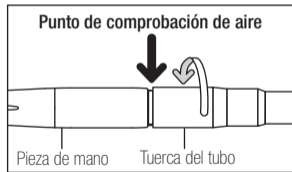

Fig. 1
- 2) Ajuste la tuerca de tubo. (Fig.1)